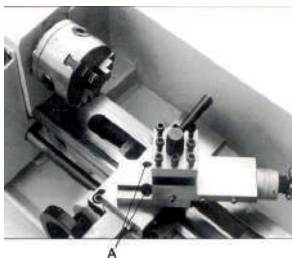

Fig.8 Ajuste de descanso compuesto
Afloje los dos tornillos como se muestra en (A) de la Fig.8. Una vez que haya obtenido el ángulo que exige, no olvide tigtenlas.